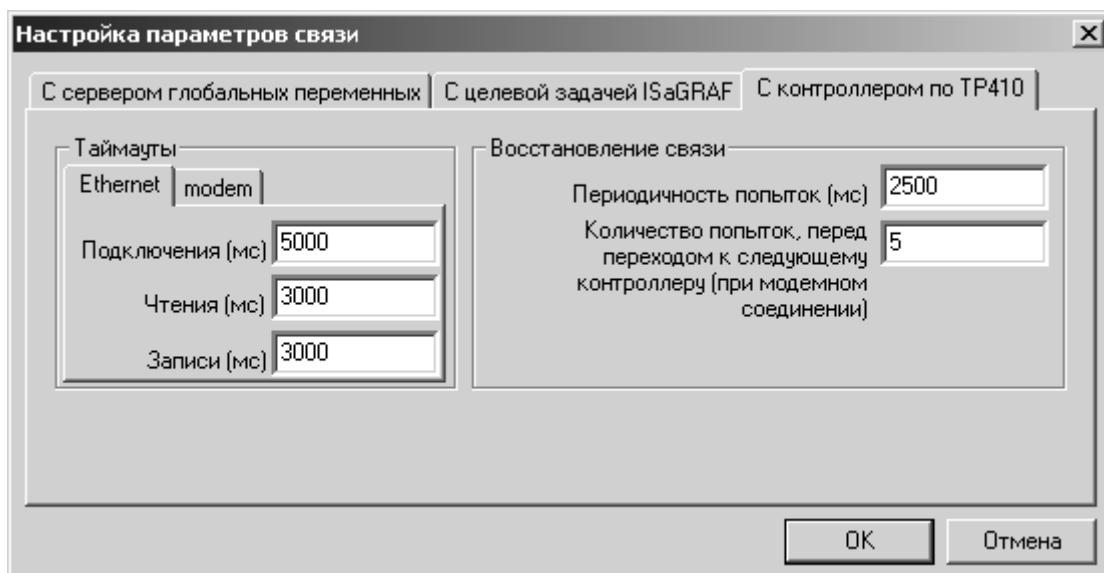

Рисунок 4.40 – Параметры связи по протоколу ТР410
- протокола TP410 (Рисунок 4.40);
Для протокола ТР410 предусмотрено 2 параметра (см. Рисунок 4.40):